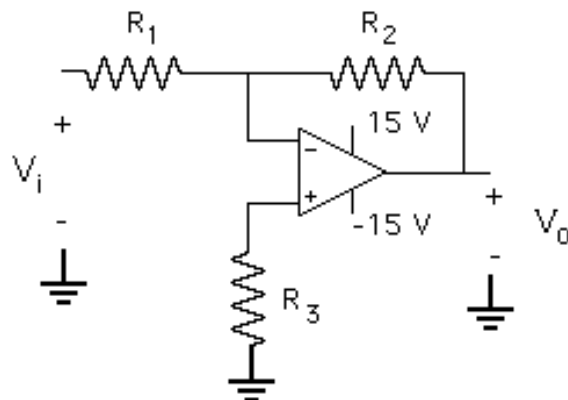

Figura 2.5.- Amplificador inversor
encuentran en un circuito determinado. En la Figura 2.5 se presenta un amplificador inversor diseñado con un amplificador operacional, el cual se encuentra alimentado con dos fuentes DC de +15V y -15V. Seleccione el amplificador operacional 741 (**uA741**) del menú de dispositivos, y complete el circuito de la Figura 2.5. **Coloque cuidadosamente las fuentes DC** en los terminales correspondientes, **observando con atención los signos indicados en el circuito** y asigne a los componentes los valores indicados por su profesor. Coloque marcadores para observar el voltaje de entrada V_i , el voltaje de salida V_o , el voltaje en cada una de las fuentes DC, el voltaje en la entrada inversora y el voltaje en la entrada no inversora del operacional.
- g) La ganancia del amplificador inversor de la figura 2.5.